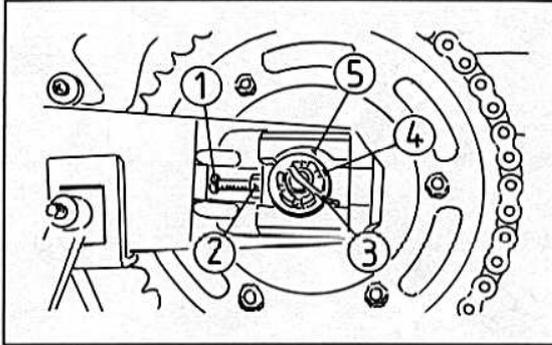

Bild 275
- Das Hinterrad nach vorne schieben und die Kette abnehmen (Bild 275).